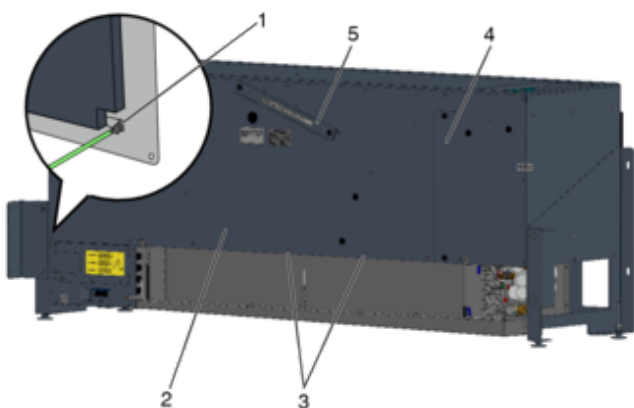

Abb. 40: Gerätedeckel montieren
1. ▶ Schutzleiter (Abb. 40 /1) am Gerätedeckel (Abb. 40 /2) anbringen und den Deckel am Lüftungsgerät aufsetzen. Den Gerätedeckel mit den Kreuzschlitzschrauben (Abb. 40 /3) verschrauben.
2. ▶ Abluftfilter (Abb. 40 /5) einsetzen (Abb. 40 /4) und Deckel vom Außenluftfilter montieren Abb. 40 .